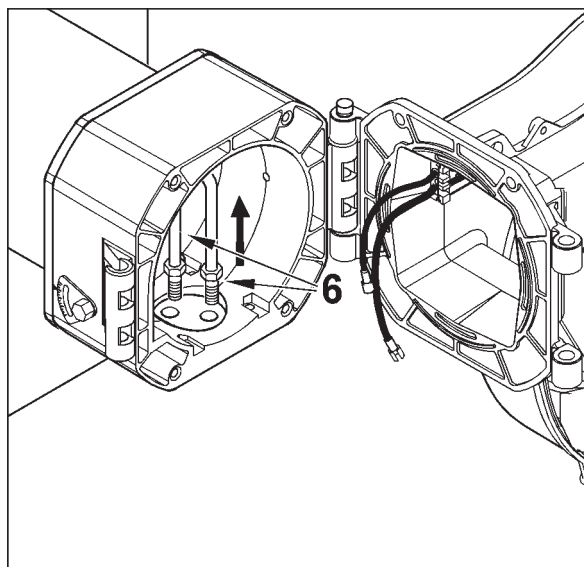
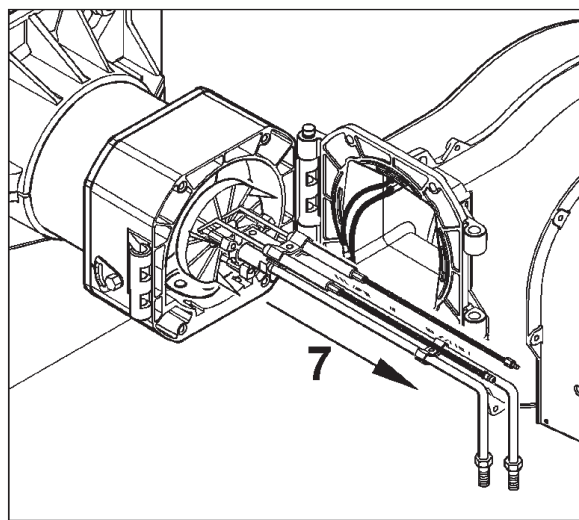

Рисунок 3
Рисунок 4
- 4) Приподнимите узел смесителя (6) (рис. 3) до выхода трубок с гнёзд. После этого полностью снимите весь узел в направлении, указанном стрелкой 7 на рис. 4.